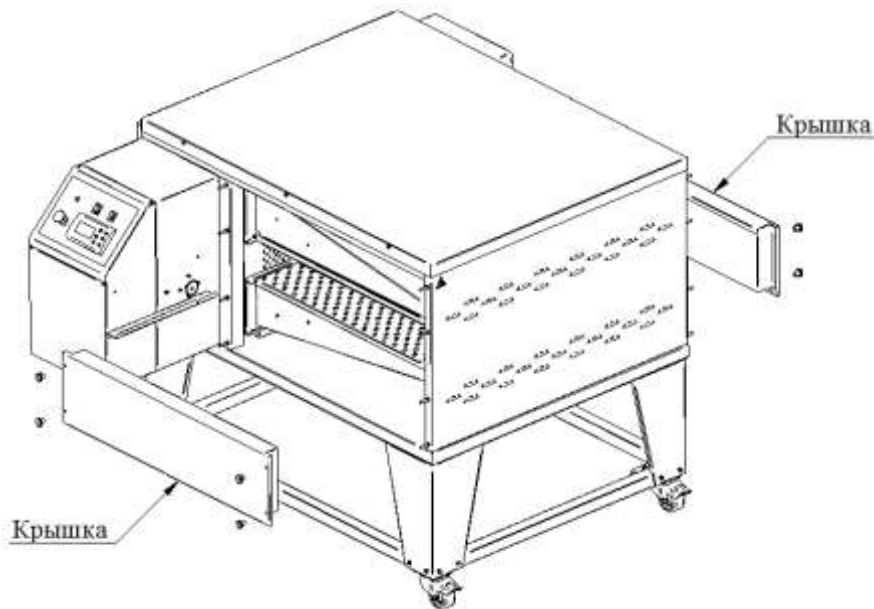

Рис. 13
2. Выкрутить гайки М6 и снять нижние крышки (см. Рис. 13).